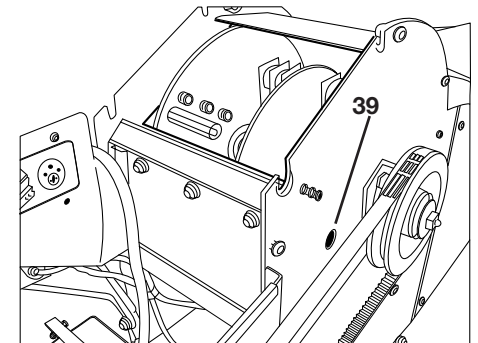

Bild 33
- In der Seitenwand auf der Riemenschutzhaubenseite ist eine Montageöffnung (39) (große Bohrung, siehe „Bild 33“).